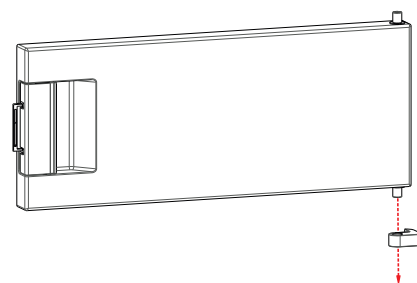

Fig. 6
- ▶ Fjern frostboksens hængsel fra dørens underside (fig. 6).